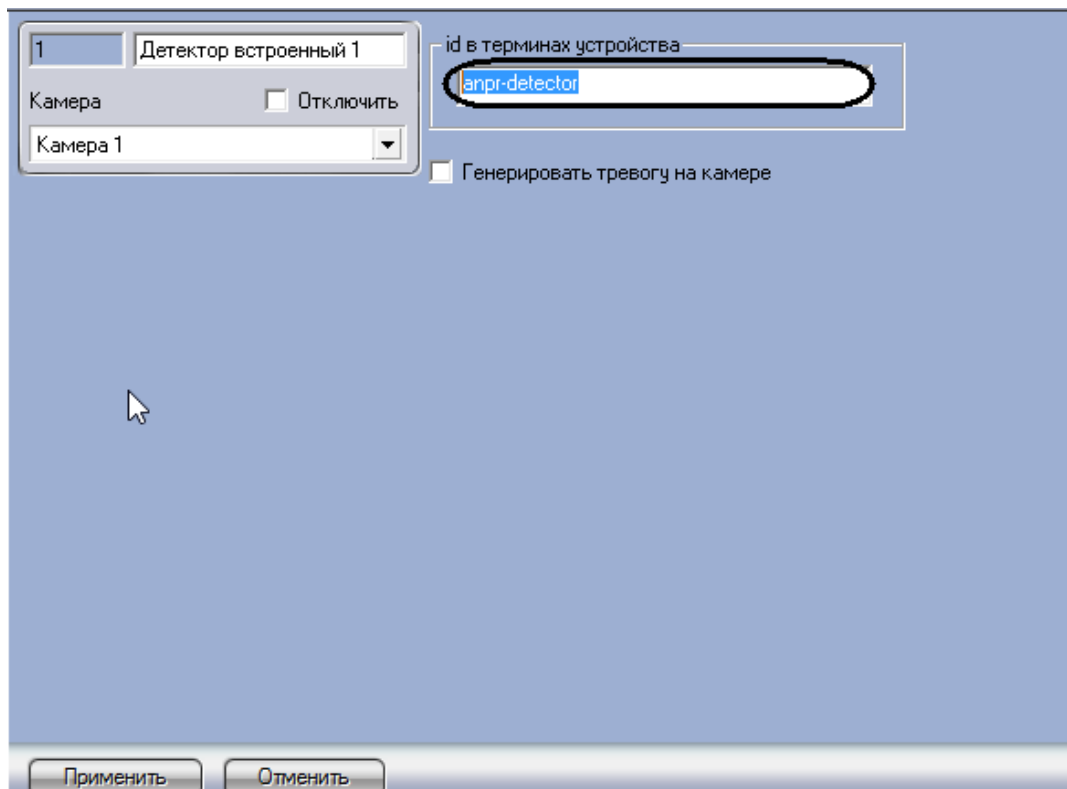

Рис. 7.2—38 Настройка объекта «Встроенный детектор»
1. Создать объект «Встроенный детектор» на основе объекта «Камера»(см. Рис. 7.2—38). В поле «id в терминах устройства» ввести значение «anpr-detector».